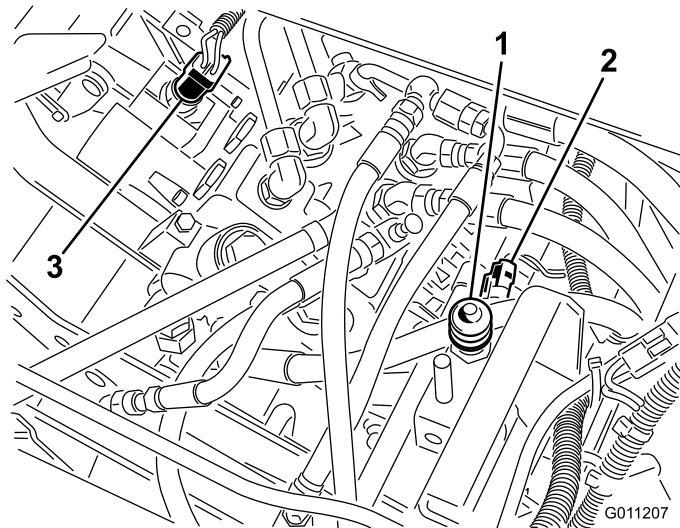

Bild 46
2. Entfernen Sie den Überzug vom Tastenende des Sitzschalters (Bild 46) und bewahren diesen für das Anbringen am neuen Schalter sicher auf. Ziehen Sie die Schalteranschlüsse.
2. Ziehen Sie die Schalteranschlüsse vom Fahrantriebsschalter, der sich in der Ventilverteilerhaube im Wahlventilbereich befindet (Bild 46).
2. Ziehen Sie die Schalteranschlüsse vom Mäh-/Hubschalter, der sich in der Ventilverteilerhaube befindet (Bild 46).